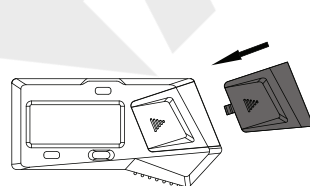

Fig.3
- Installation du couvercle de la batterie (Fig.3)